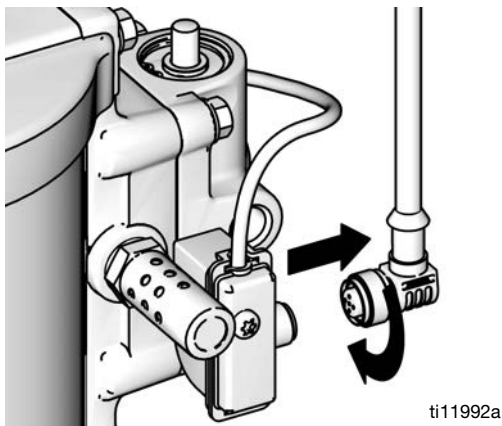

ABB. 10. DataTrak trennen
- Schrauben Sie das Kabel von der Rückseite der Reed-Schalteneinheit ab. Siehe ABB. 10.